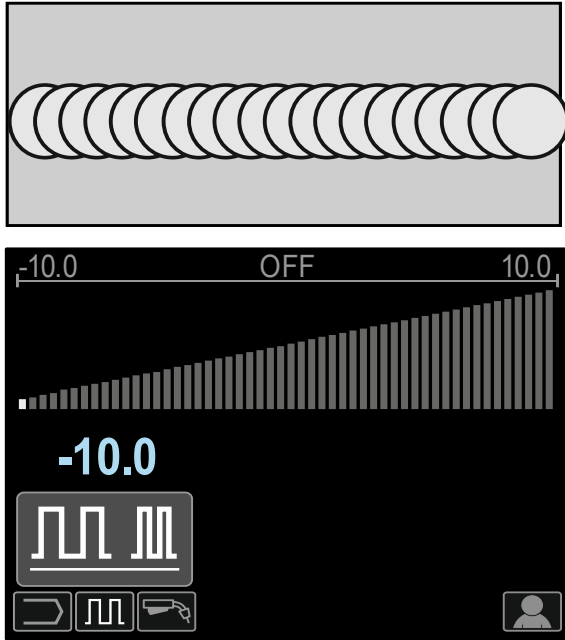

Abb. 82
- Frequenz unter 0.0 – breite Schweiße und großer Riffelabstand, langsame Arbeitsgeschwindigkeit. Abb. 82 zeigt den Abstand, wenn die Frequenz "-10" ist.